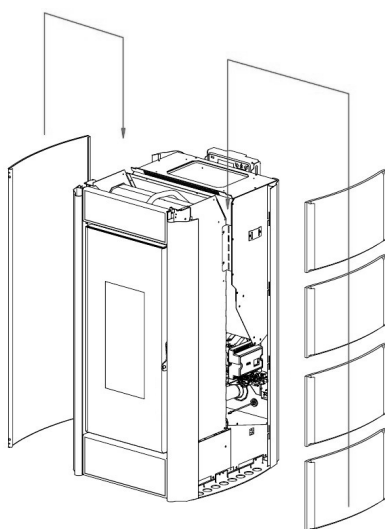

Fig. 35 - Vstavite stranice
- Vstavite stranice v ustrezna vodila tako, da se počasi spustijo do konca (gl. **Fig. 35**).